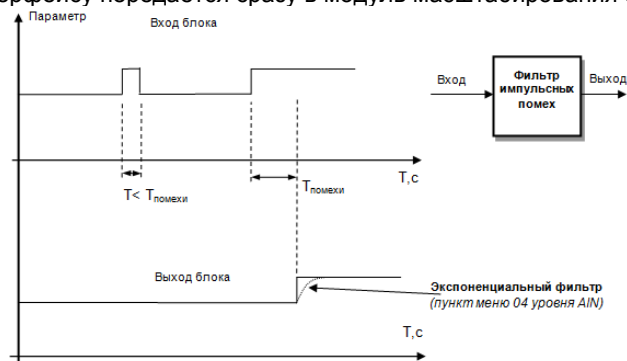

Рисунок 3.5 – Принцип работы фильтра импульсных помех и экспоненциального фильтра
1. Фильтр импульсных помех. Используется для подавления импульсных помех. Определяется параметром **AIN.05** «Максимальная длительность импульсной помехи». Если в каком-либо цикле измерения технологического параметра обнаружено его изменение, то предполагается возможность действия помехи и выходной сигнал формируется (с учетом усреднения измерительных значений) по истечении установленного времени длительности помехи. (рис. 3.5). Работа данного фильтра вносит дополнительное транспортное запаздывание в систему регулирования, которое равно величине параметра «Максимальная длительность импульсной помехи». Поэтому всегда нужно стремиться минимизировать данный параметр.
4. Экспоненциальный фильтр (рис. 3.5). Фильтр используется для подавления помех, а также для подавления «дребезга» индикации (частых изменений показаний регулятора из-за колебаний входного сигнала). Определяется параметром **AIN.04** «Постоянная времени цифрового фильтра».